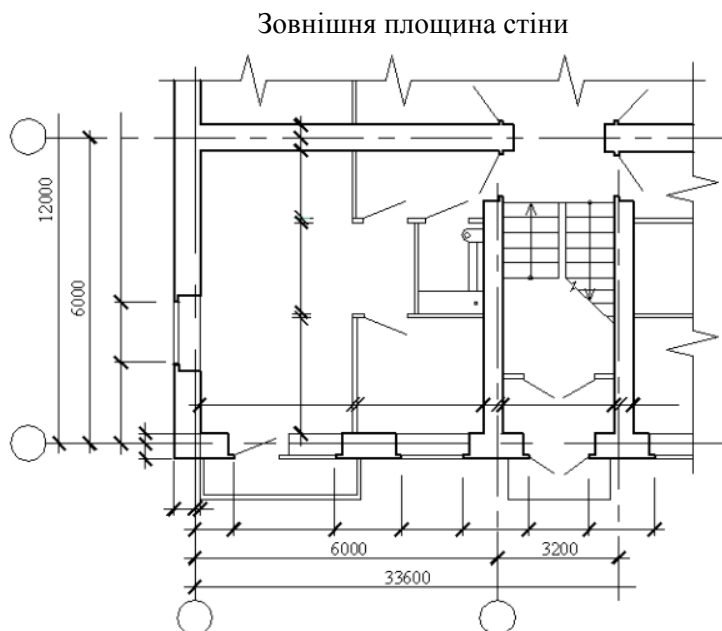

Рис. 2.20. Третій етап виконання креслення плану будівлі
3. Креслять контури перегородок двома лініями, рисунок 2.20. Необхідно звернути увагу на розходження в приєднанні зовнішніх і внутрішніх капітальних стін і капітальних стін і перегородок. Крім стін і перегородок на цій стадії зображують сходові марші. Зазор між маршами 100– 200 мм. Ширина проступів – 300 мм.